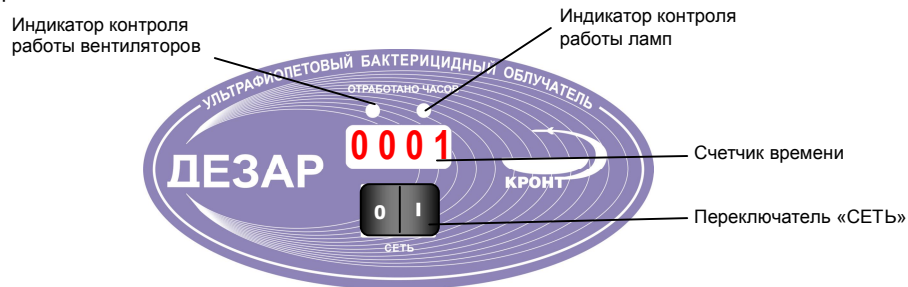

Рис.1
- 5.6.** Переключатель «СЕТЬ» расположен на лицевой панели крышки (рис.1).
- 5.7.** Световые индикаторы (рис.1), расположенные на панели управления, контролируют поступление напряжения питания на лампы и вентиляторы, сигнализируют о выходе из строя ламп, предохранителя цепи вентиляторов. При отсутствии напряжения индикатор гаснет.
- Для обнуления счетчика нажать кнопку «СБРОС» (рис.1), расположенную на внутренней поверхности крышки рециркулятора на плате индикации, и удерживать ее (данная процедура предотвращает сброс показаний счетчика при случайном нажатии кнопки «СБРОС»).